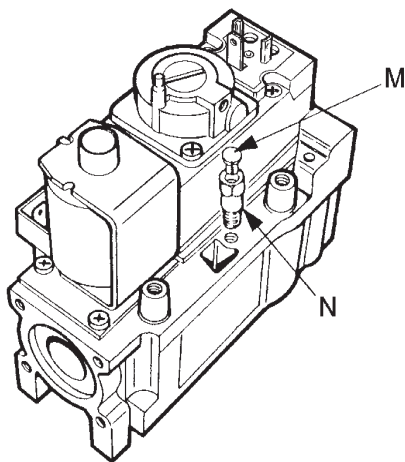

Рис. 11
- убрать на корпусе клапана пластиковую защитную заглушку **M** (рис. 11).